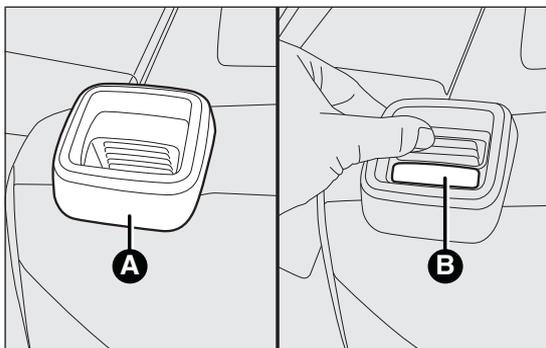

fig. 71
- ❑ *pour les versions avec siège arrière entier* : agir sur le levier A fig. 71 de retenue du dossier et le rabattre en avant afin d'obtenir un compartiment de charge uniforme. Le soulèvement du levier est signalé par une « bande rouge » B fig. 71 ;